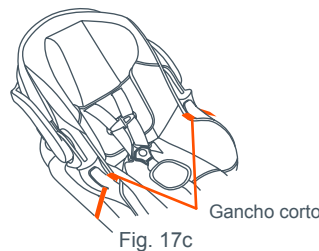

Fig. 17c
• Verifique que la sillita para el automóvil esté firmemente trabada en la bandeja para niños, luego **fije la sillita infantil para el automóvil con el gancho corto** metiéndolo en la ranura y guía ubicada en la sillita infantil para el automóvil (Fig. 17c).